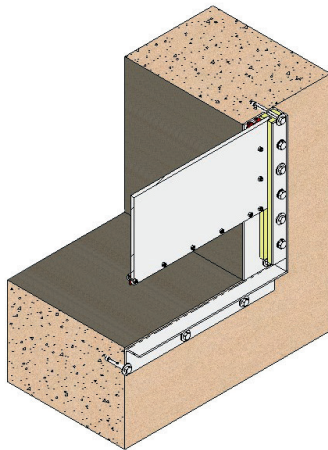
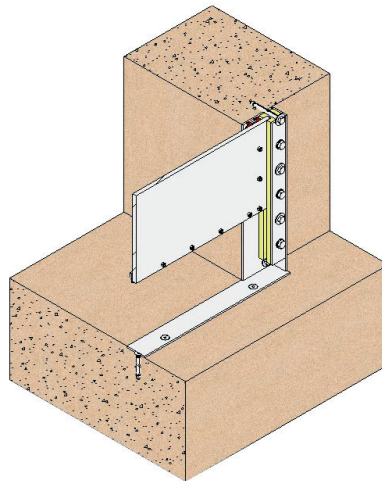

Fig. 31
Fig. 32
Comme nous l'avons déjà indiqué, le système le plus habituel pour monter ces vannes murales consiste à les appuyer dans le mur en les fixant avec des ancrages d'expansion ou chimiques (fig. 31), mais comme nous pouvons observer sur la fig. 32 et 33, il existe également d'autres options de montage.
- Pour monter la vanne avec des ancrages d'expansion ou chimiques (le mode le plus habituel), nous placerons la vanne complètement ouverte dans le mur, en faisant coïncider le passage de la vanne avec l'orifice circulaire du mur. En utilisant les trous du corps de la vanne comme guide, nous effectuerons les perforations nécessaires pour les ancrages d'expansion ou chimiques dans le mur. Nous retirerons la vanne et appliquerons une pâte de scellage du type SIKAFLEX-11FC ou similaire à son emplacement pour éviter les fuites entre le corps et le mur. Nous placerons à nouveau la vanne à son emplacement et nous visserons les éléments avec les ancrages d'expansion ou chimiques. Nous ferons attention de visser de façon croisée, en utilisant une règle plate, et sans serrer en excès pour éviter les déformations sur la porte. Ce procédé est valable pour les vannes à radier plat (fig. 32) et pour les standards (fig. 31).